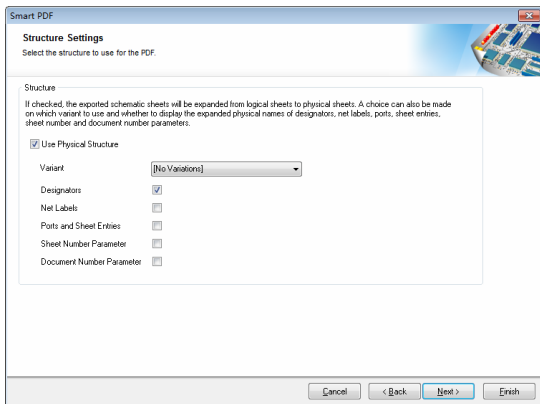

图 16-36 Structure Settings 界面
(7) 单击 Next 按钮, 进入 Structure Settings 界面, 如图 16-36 所示, 主要针对多通道电路进行设置, 可以选择使用逻辑结构还是物理结构来表现电路以及采用何种名称显示相应对象, 保持默认配置不变。